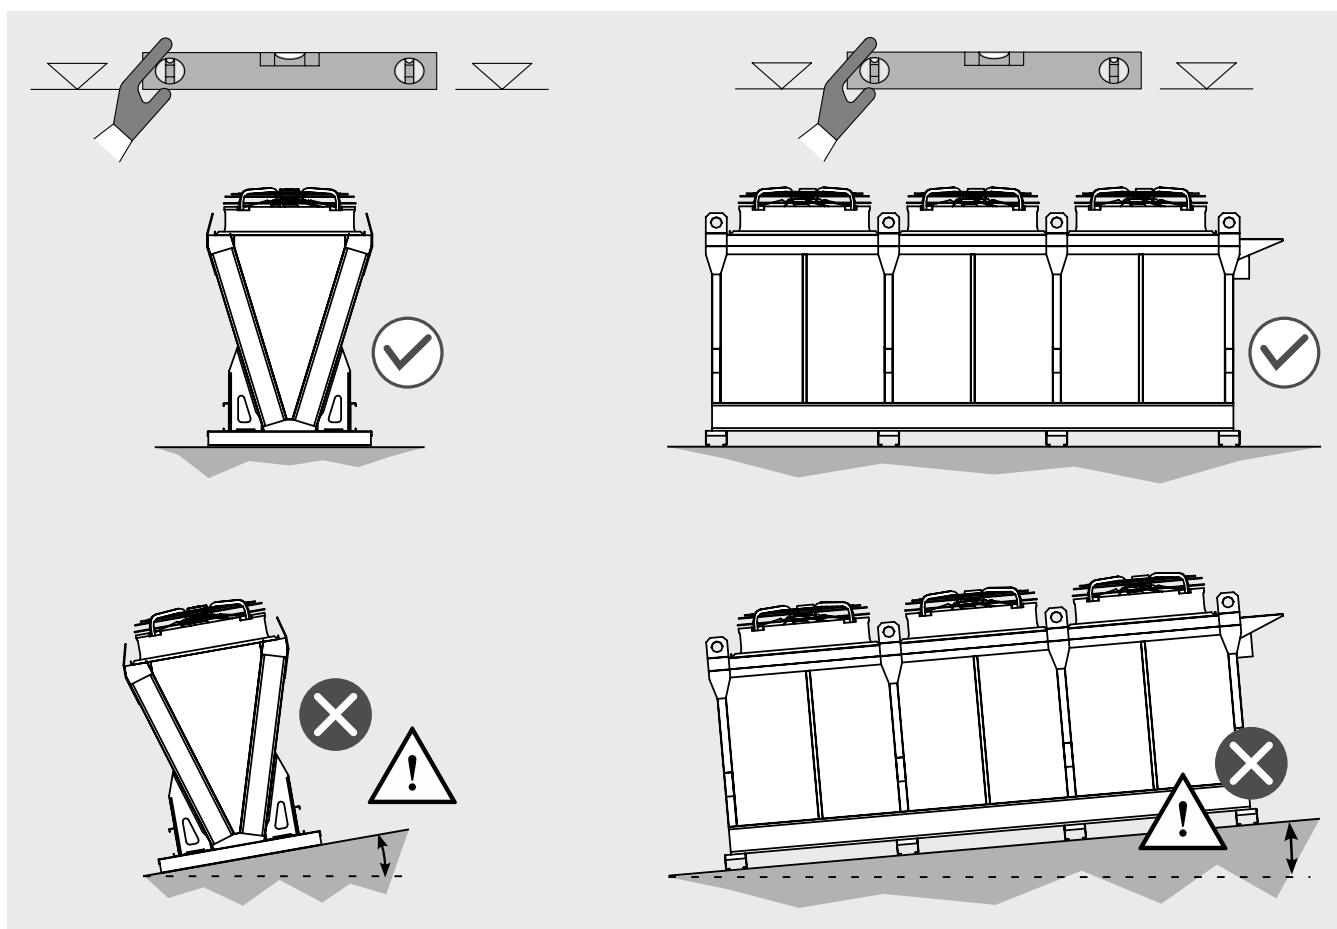

Figura 3
- 4.2 Verificare che la superficie di installazione (su piattaforma o altra struttura portante) sia perfettamente orizzontale e piana, priva di asperità e dimensionata in modo tale da sostenere il peso del modello. Per dimensioni e pesi si rimanda al manuale e alla documentazione allegata al modello. Si veda la Figura 3.